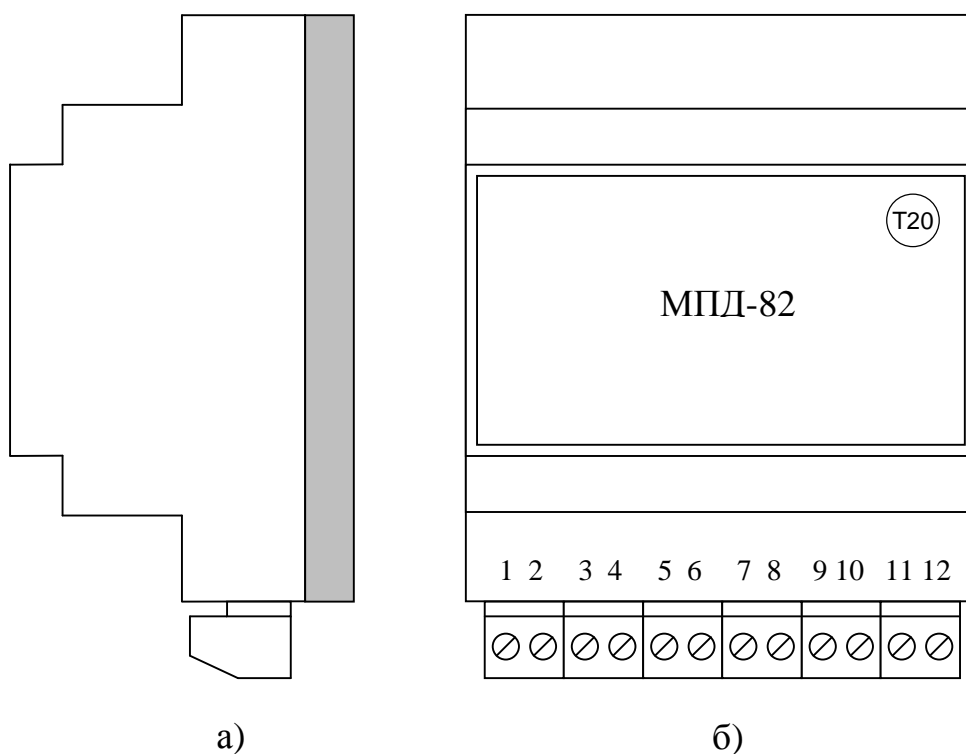

Рисунок 2.1 – Внешний вид и нумерация клемм МПД
3.1.1 Подключение питания и нагрузок осуществляется к клеммам под винт, расположенным в горизонтальном ряду под лицевой панелью прибора. Назначение клемм и наименование сигналов приведено в таблице 3.1. Расположение и порядок нумерации клемм см. рисунок 2.1.